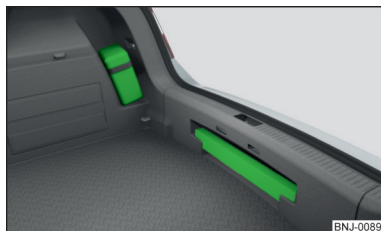
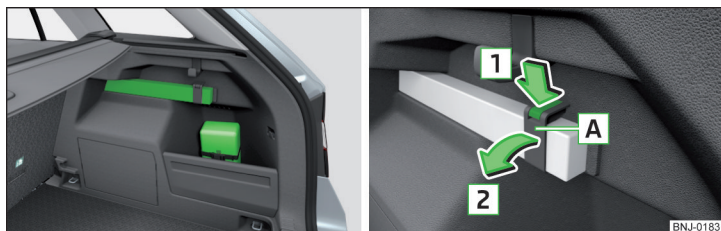

Fig. 154
Fig. 155 Trusa de prim-ajutor și triunghiul reflectorizant - varianta 2 / slăbirea benzii de fixare
Trusa de prim-ajutor poate fi fixată cu ajutorul unei benzi elastice în partea dreaptă a portbagajului » fig. 154, respectiv » fig. 155.
Triunghiul reflectorizant poate fi împins în capitonajul peretelui din spate » fig. 154.
Triunghiul reflectorizant poate fi introdus în capitonajul din partea dreapta a portbagajului și poate fi asigurat cu banda de fixare » fig. 155.
- Apăsăți elementul de blocare de pe bandă, în sensul săgeții **1** » fig. 155.